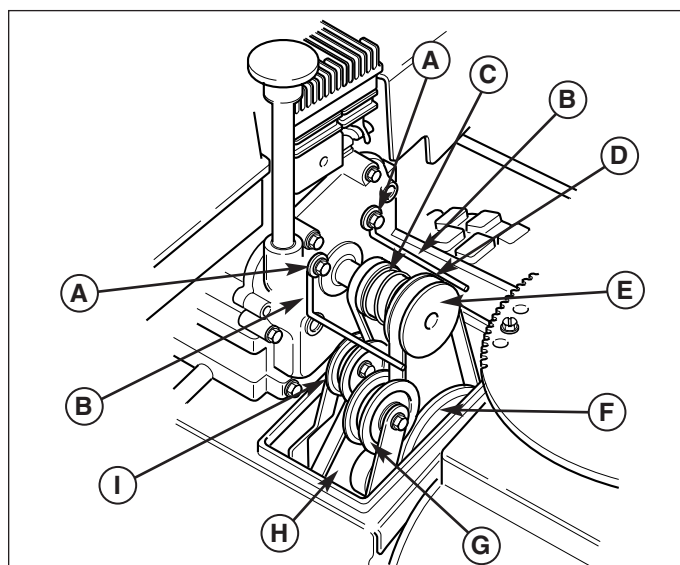

Figure 24. Courroies et poulies
3. Déplacer les guides de courroie (B, Figure 24) en desserrant les deux vis (A).
- a. Glisser la courroie de la fraise (D, Figure 24) hors de la poulie folle en la poussant à l'écart de la poulie puis vers l'arrière.
- a. Écarter la poulie folle (I, Figure 24) de la courroie et dégager la courroie de la poulie.
- b. Glisser la courroie hors de la poulie de traction puis de la poulie du moteur. Il est possible de pivoter le bras de la poulie folle avant (G, Figure 24) afin de ménager plus d'espace lors de la dépose de la courroie hors de la poulie de traction.
- c. Extraire la courroie en la passant entre la poulie de fraise (F, Figure 24) et la poulie de traction.